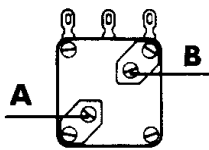

Abb. 23
2. Drehe vorsichtig an den beiden Trimmern A und B (Abb. 23), bis der Lautsprecher von einem tiefen Ton über ein periodisches Knacken nichts mehr abstrahlt. Wie schon in der Einleitung erwähnt, nimmt man erst Frequenzen über 16 Hz als Ton wahr. Deshalb hörst du nur noch ein Knacken, wenn du den Ton durch Drehen an den Trimmern immer mehr der Frequenz Null Hz näherst.